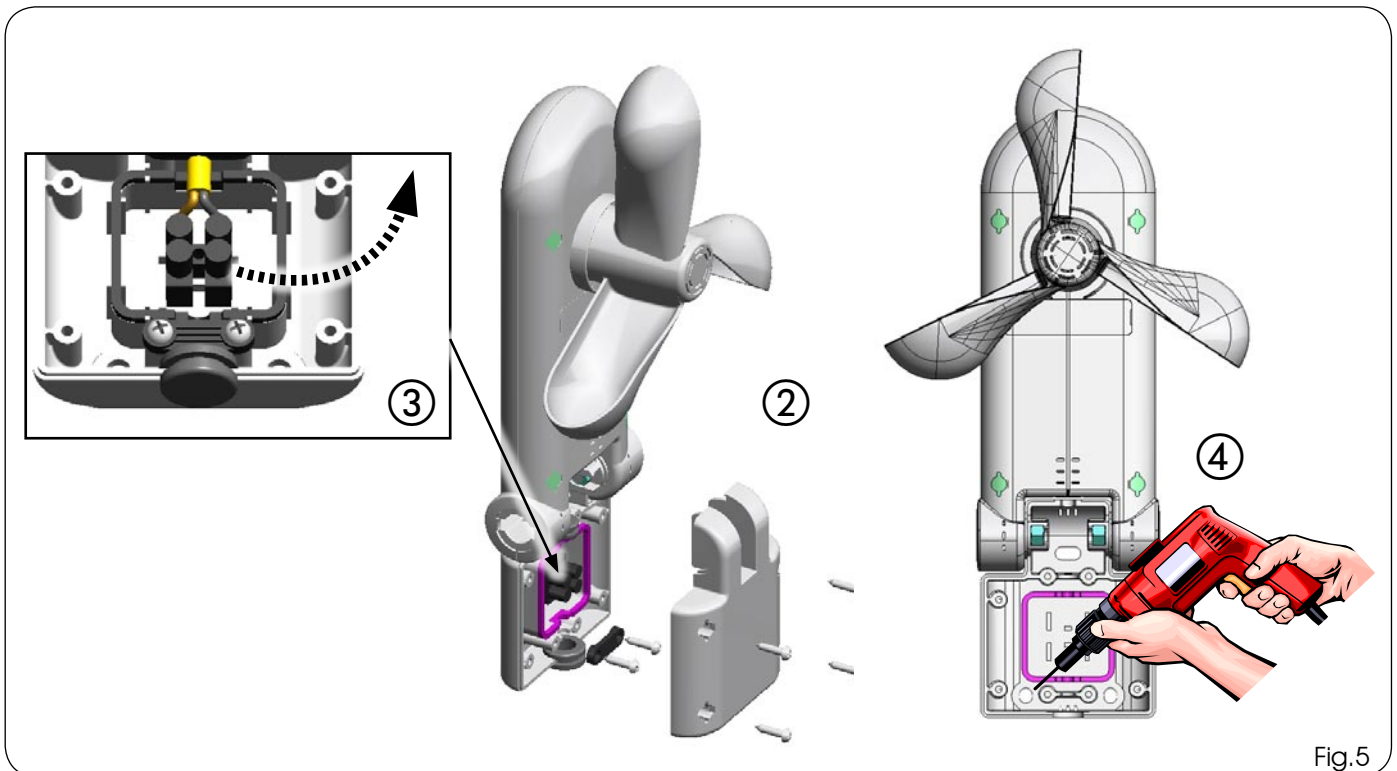

Fig.5
- 2) Enlever le couvercle frontal après avoir extrait les quatre caches et les vis (Fig. 5 réf. ② )
- 3) Déplacer le câble de l'anémomètre de manière à libérer le trou de fixation. (Fig. 5 réf. ③)
- 4) Réaliser dans le mur les trois trous de fixation de l'anémomètre au niveau des trous de ce dernier (Fig. 5 réf. ④ ).